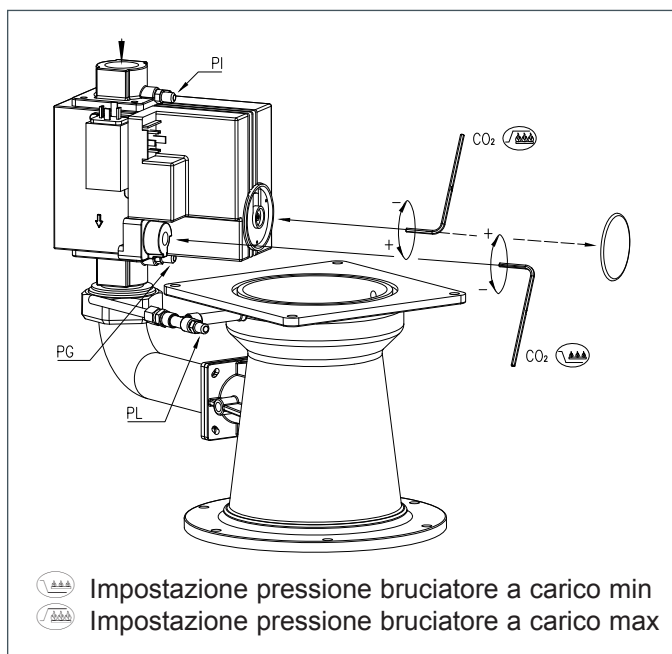
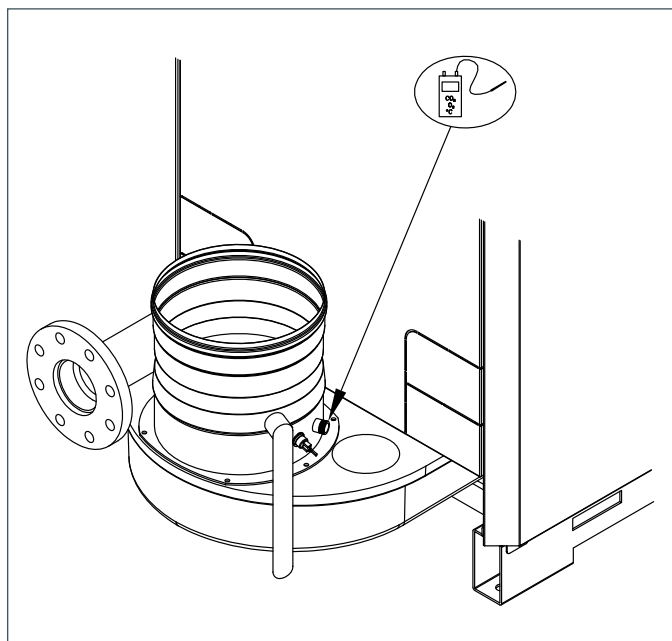

Fig. 26 Punti di regolazione del multiblocco della valvola del gas
Fig. 27 Punto di misurazione dei gas combusti
17. **a)** Controllare che l'impostazione del rapporto gas aria della caldaia sia giusto e, se necessario, correggerlo. Il controllo ha luogo a carico completo e parziale, la regolazione ha luogo solo sulla valvola del gas. Per il controllo e la regolazione sono necessari: un manometro elettronico misuratore del CO2 (in base a O2) ed un manometro della pressione del gas. Assicurarsi che l'apertura (vedi fig. 27) attorno alla sonda di misurazione sia a tenuta stagna durante la misurazione. Osservare anche che è necessario misurare i livelli di O2 nel gas combusto, perché la misurazione diretta di CO2 può creare delle inesattezze dovute ai livelli variabili di CO2 nel gas metano. Collegare il manometro della pressione del gas fra il punto di misurazione PG sul lato inferiore del multiblocco della valvola del gas e il punto di misurazione PL sul Venturi (vedi fig. 26), assicurandosi che i collegamenti siano a tenuta ermetica.
17. **d)** Confrontare la percentuale di CO2 (percentuale di O2) con i dati indicati nella tabella 14a e 14b. Se i valori superano le tolleranze date, procedere alla dovuta regolazione in base alla fig. 26. Controllare la fiamma attraverso l'oblò di ispezione: la fiamma non deve spegnersi.
17. **g)** Confrontare la percentuale di CO2 (percentuale di O2) con i dati indicati nella tabella 14a e 14b. Se i valori superano le tolleranze date, procedere alla dovuta regolazione in base alla fig. 26. Controllare la fiamma attraverso l'oblò d'ispezione: la fiamma non deve spegnersi.